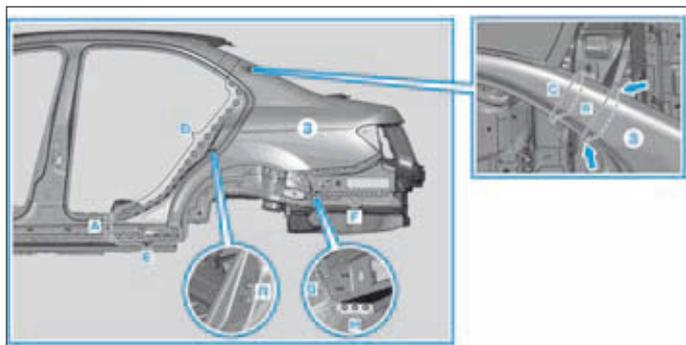

FIG. 98
- Tracer avec le gabarit avec pointe métallique la ligne de découpe sur l'aile arrière (1) dans les zones (A et B) (Fig.98).
*Tracer la ligne de découpe pour le collet de découpe en la décalant de 10 mm environ par rapport aux marques verticales (flèches). Reprendre la ligne d'orientation de l'élément neuf et la tracer sur l'aile arrière (1) avec le gabarit à pointe métallique dans la zone (C) seulement si le montant C est également endommagé.*
- Découper l'aile arrière (1) au niveau de la zone (A et B).
- la partie latérale du longeron se trouvant dessous dans la zone (A).